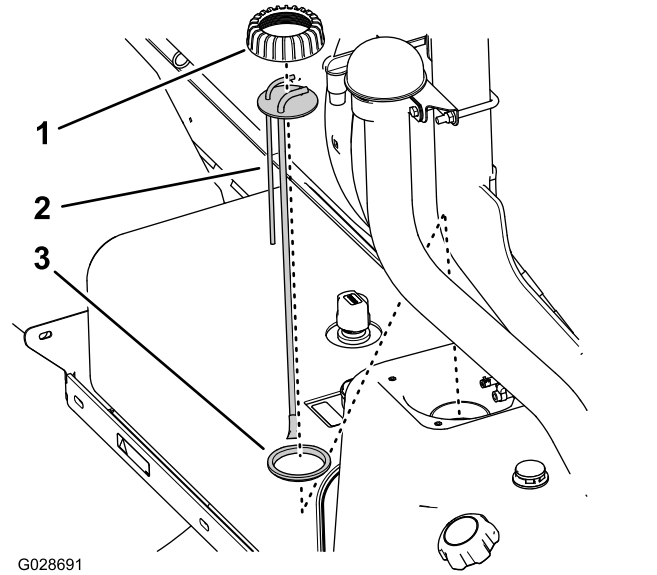

Figura 79
5. Retire el tapón del conjunto de tuberías de combustible/aforador en sentido antihorario, y retire el tapón (Figura 79).
6. Retire el conjunto de tuberías de combustible/aforador del depósito de combustible (Figura 79).
1. Coloque el tapón sobre el conjunto de tuberías de combustible y monte el conjunto de tuberías sobre la junta (Figura 79).
2. Alinee el tapón, el conjunto de tuberías y la junta con el depósito, e inserte el nuevo conjunto de tuberías de combustible con cuidado en el depósito de combustible (Figura 79).
3. Enrosque el tapón en el cuello del depósito de combustible y apriételo a mano (Figura 79).